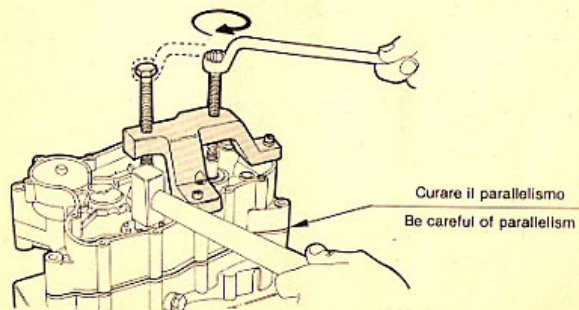

FIG. 18 Apertura semicartermi
- 19) Togliere le viti di unione dei due semicartermi, applicare l'apposito estrattore (cod. 05.0068.0) al semicartermi frizione (destro), agire alternativamente sulle due viti di estrazione e battere sul desmodromico con un martello di legno, cuoio o plastica permettendo così il distacco graduale e parallelo dei due semicartermi (fig. 18). Rimuovere quindi la guarnizione centrale.